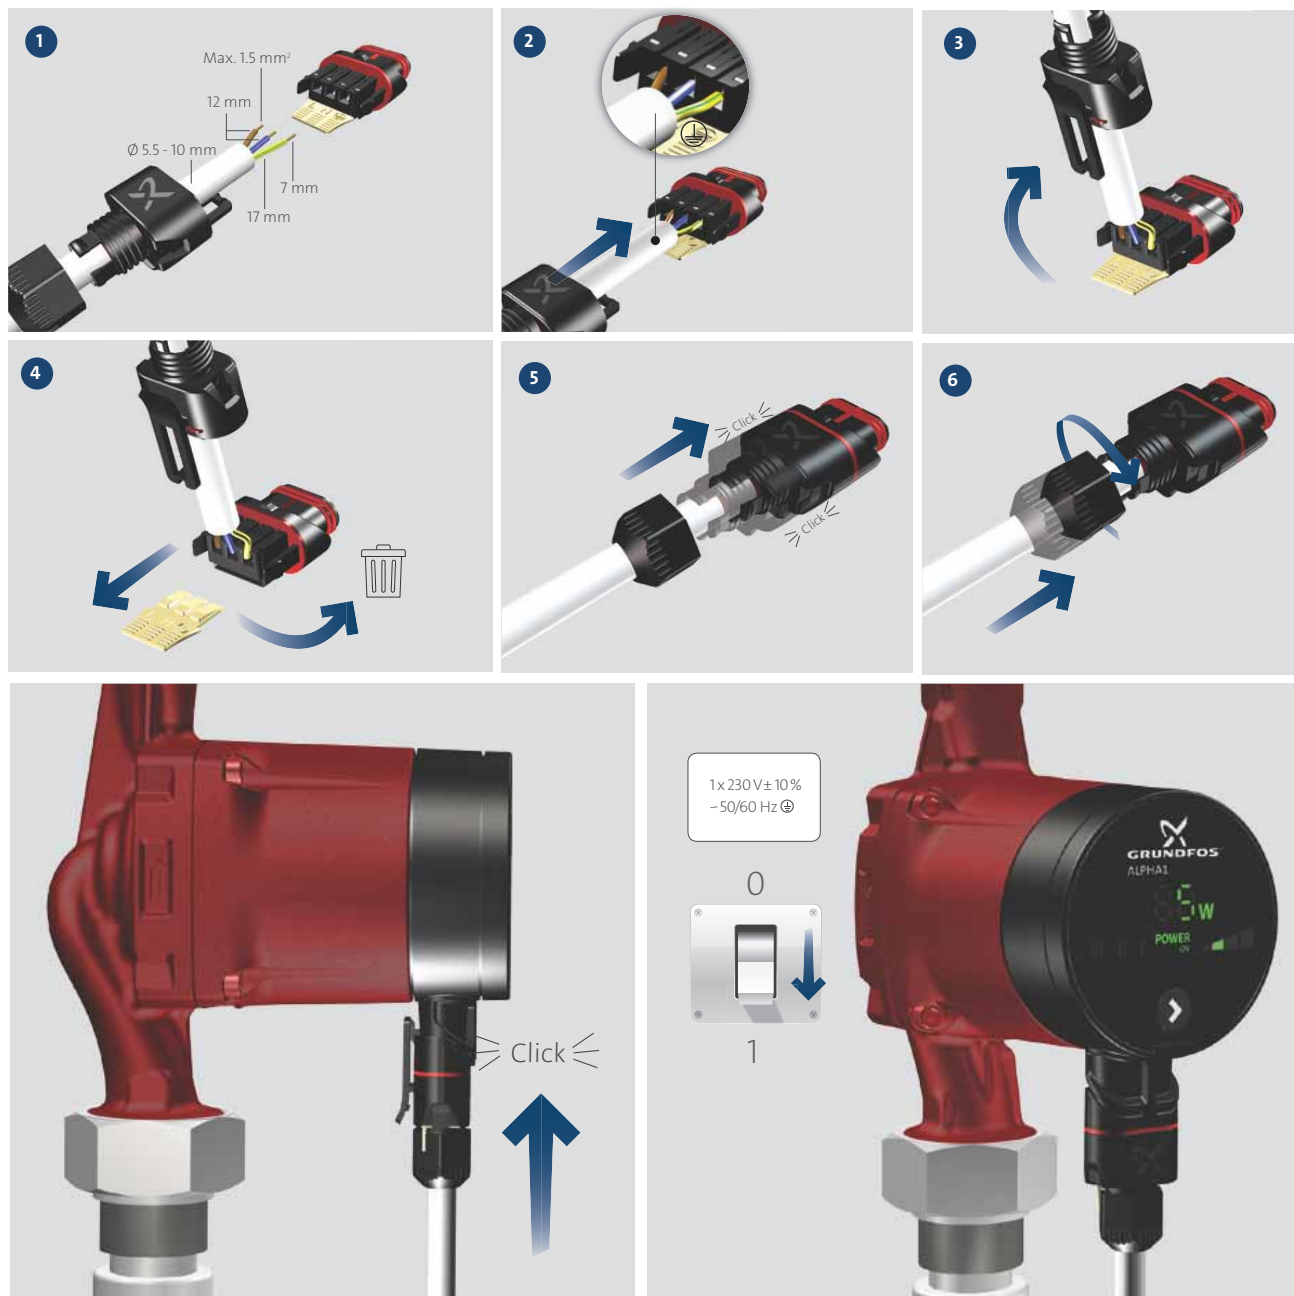

Fig. 7 Elanslutning
- Anslut pumpen till elnätet med den medföljande stickkontakten enligt fig. 7.